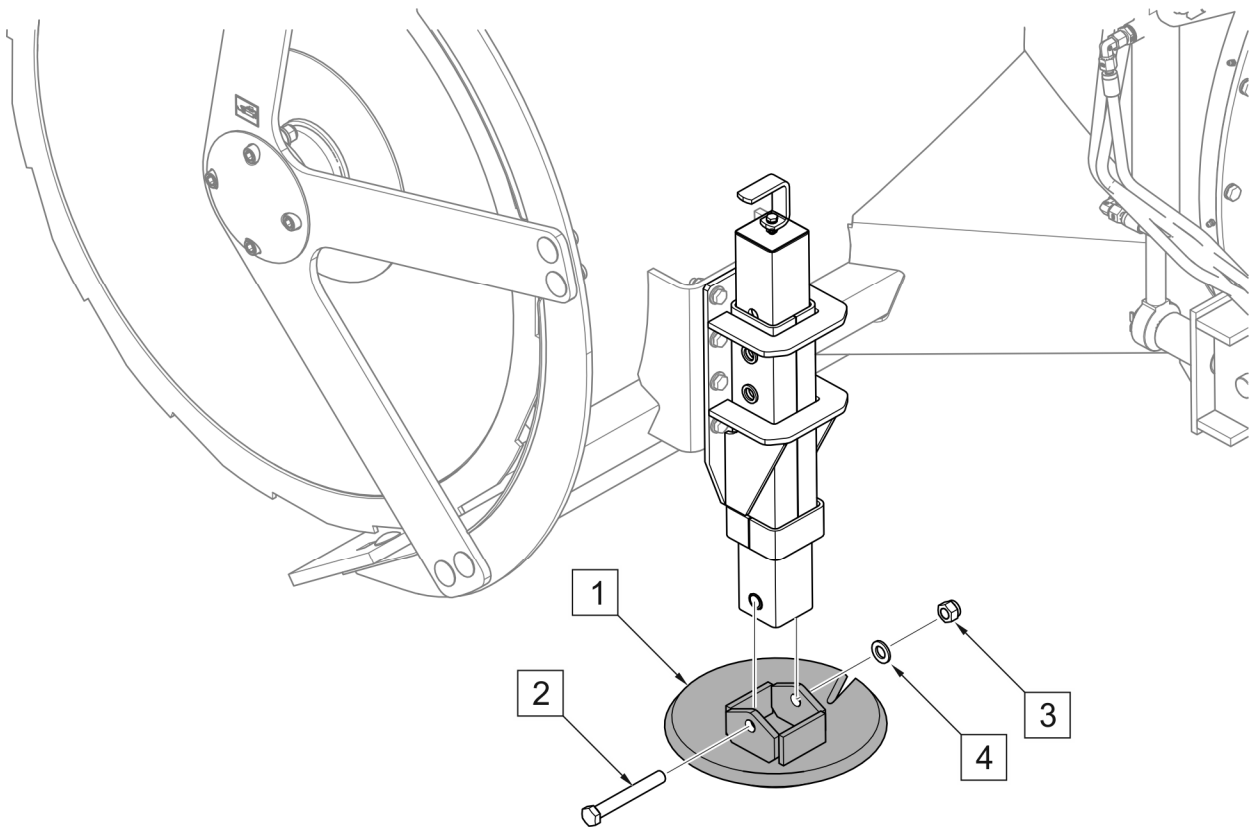

РИСУНОК 5.4 Замена скользянов
Если скользяны чрезмерно изношены или повреждены, замените их. Для этого поднимите снегоочиститель и установите его на подходящие, устойчивые и прочные опоры. Если машина подвешена и поднята на подвесной системе, дополнительно зафиксируйте её от падения и зафиксируйте транспортное средство (выключите двигатель и включите стояночный тормоз). Отверните гайки (4) и снимите винты (3) крепящие скользяны (1) к раме (РИСУНОК 5.4). Перечень деталей скользяны и их каталожные номера приведены в ТАБЛИЦЕ 5.3.